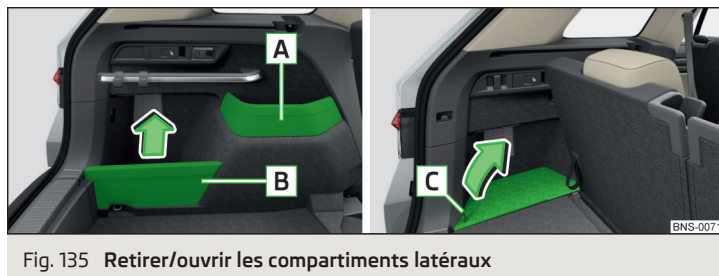

Fig. 135 Retirer/ouvrir les compartiments latéraux
Le vide-poches fixe **A** est prévu pour déposer de petits objets pour un poids total allant jusqu'à 1,5 kg » fig. 135.
- Retirez le couvercle du vide-poches **B** dans le sens de la flèche » fig. 135.
➤ Pour l'ouverture, tirez sur la sangle **C** dans le sens de la flèche » fig. 135.